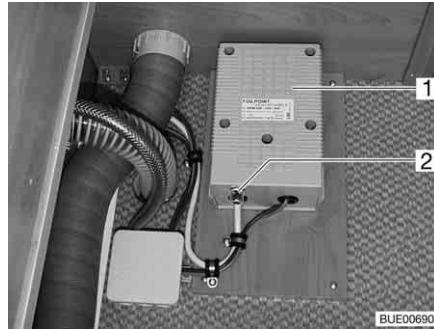

Bild 144 Transformator för elektrisk golvvärme
Transformatorn (Bild 144,1) för den elektriska golvvärmen finns, beroende på modell, i sittbänken eller sänglådan.
Om transformatorn överbelastas aktiveras överbelastningsskyddet. Stiftet (Bild 144,2) skjuts ut.
- Tryck in stiftet (Bild 144,2) på överbelastningsskyddet igen när transformatorn har svalnat.